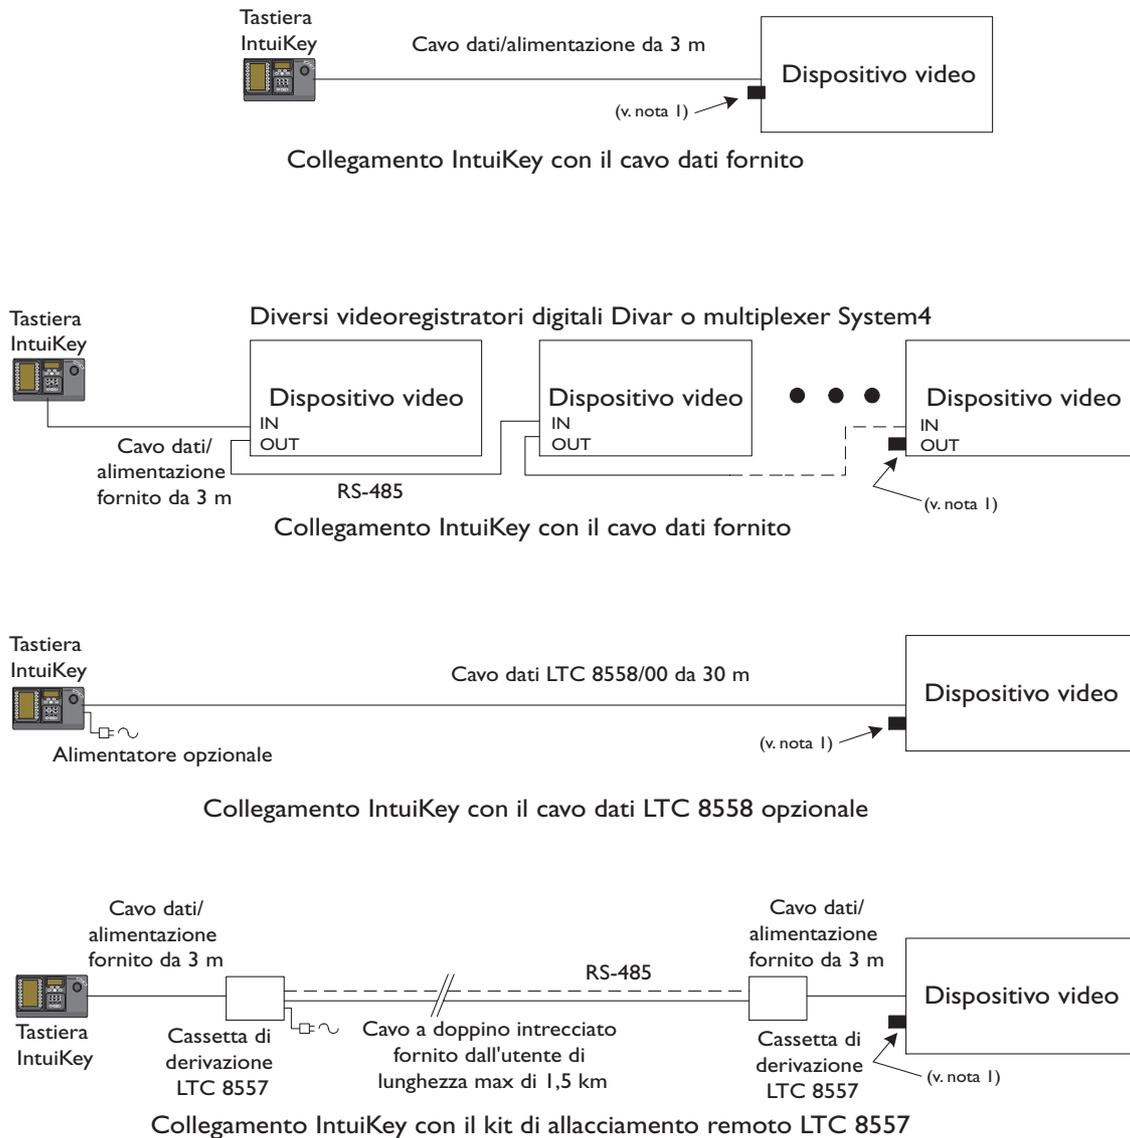

FIGURA 2-4 Opzioni di collegamento tipiche per IntuiKey
3. Rivedere le opzioni di configurazione della FIGURA 2-4; effettuare i collegamenti per la tastiera (cavo dati e di alimentazione) in base ai requisiti del sistema seguendo gli schemi illustrati. Quando si collega la tastiera a un videoregistratore digitale Divar o un multiplexer System4, installare la terminazione da 390 ohm fornita in dotazione al connettore **Out** dell'ultimo dispositivo della catena.